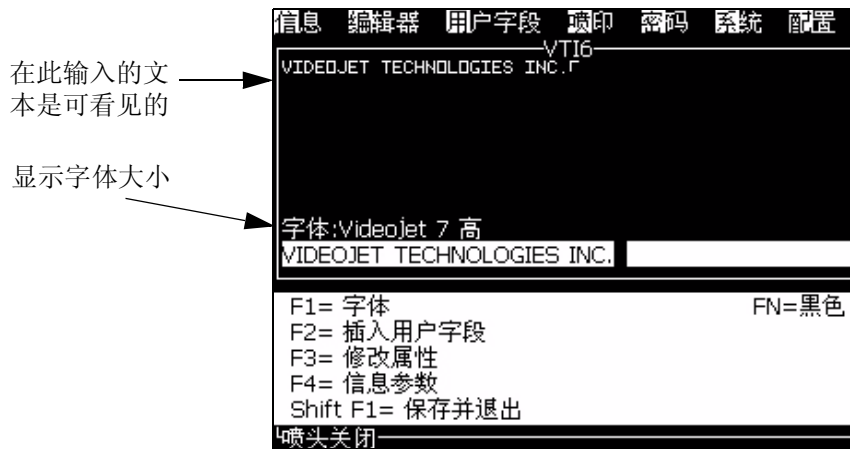

图 5-6: 新建信息
- 4 按 *Enter* 键。出现 *Message Editor*（信息编辑器）屏幕（请参阅 第 5-19 页的图 5-6）。